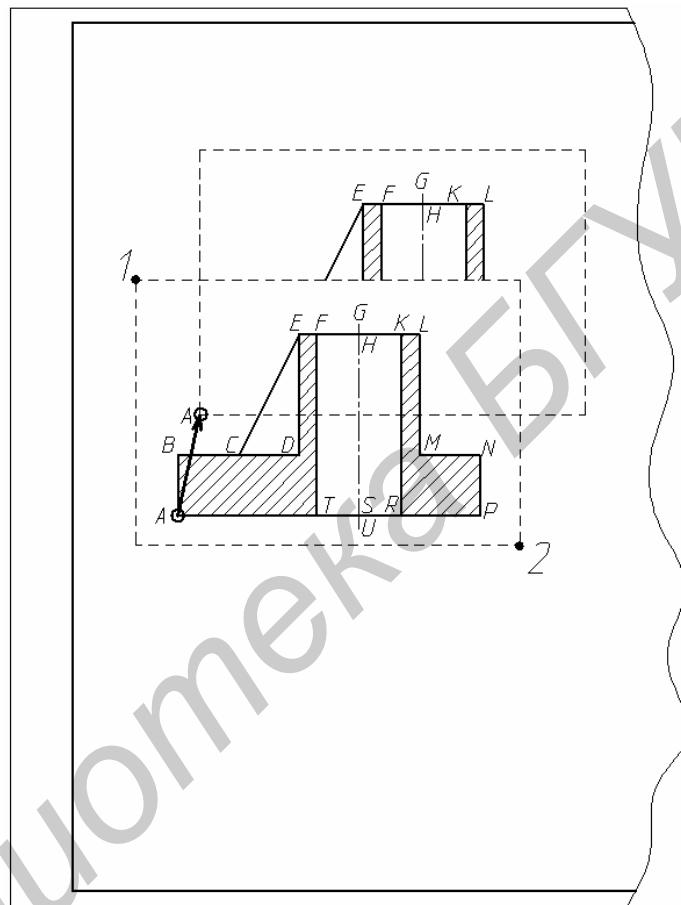

Рис. 16. Выбор рамкой и перемещение изображения
Выведем на экран, используя колесико мыши, левую половину поля формата чертежа (рис. 16).
Для перемещения в другое место сформированного главного изображения выберем его рамкой и «нарисуем» ее слева направо (см. рис. 16):
2. Последует запрос **Базовая точка...:**. Он означает, что вам предлагаются «зацепиться» за любую точку выбранного объекта и далее перемещать эту точку с привязанным к ней объектом. В качестве базовой рекомендуется выбирать характерную точку изображения: угловую, точку конца или середины и т. п. Для точной установки в такую точку курсора должна быть включена объектная привязка. Выберем (см. рис. 16) в качестве базовой точки т. **A** на главном изображении (установим в эту точку курсор и щелкнем мышью).